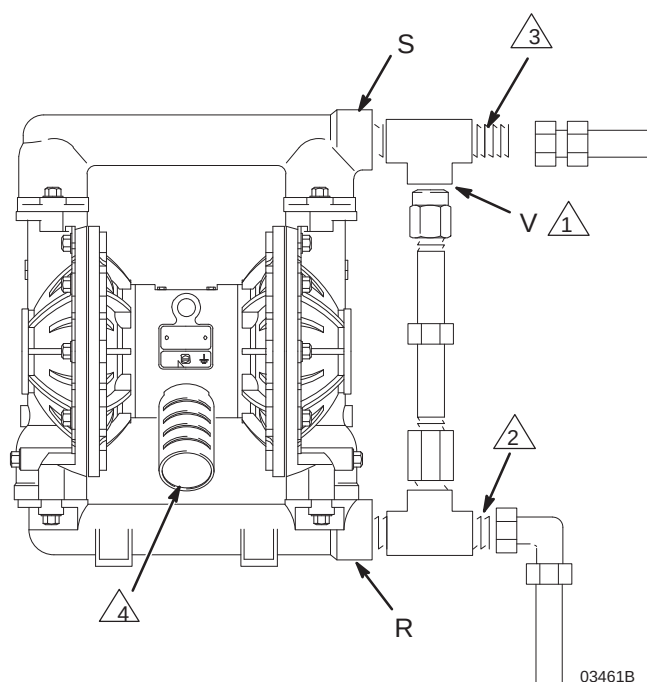

FIG. 4
Certains systèmes peuvent nécessiter la pose d'une vanne de décompression sur la sortie de la pompe pour éviter une surpression et une rupture de la pompe ou du flexible. Consultez FIG. 4.
1. Retirez le silencieux (P) de l'orifice d'échappement d'air de la pompe.
2. Installez un flexible d'échappement d'air mis à la terre (T) et branchez le silencieux (P) à l'autre extrémité du flexible. La taille minimum du diamètre intérieur du flexible d'échappement d'air est de 19 mm (3/4 po.). Si un flexible de plus de 4,57 m (15 pi) doit être utilisé, utilisez un flexible d'un diamètre supérieur. Évitez les angles trop aigus et les nœuds dans le flexible. Consultez FIG. 4.
3. Placez un réservoir (U) à l'extrémité de la conduite d'échappement d'air pour récupérer le fluide en cas de rupture d'une membrane.